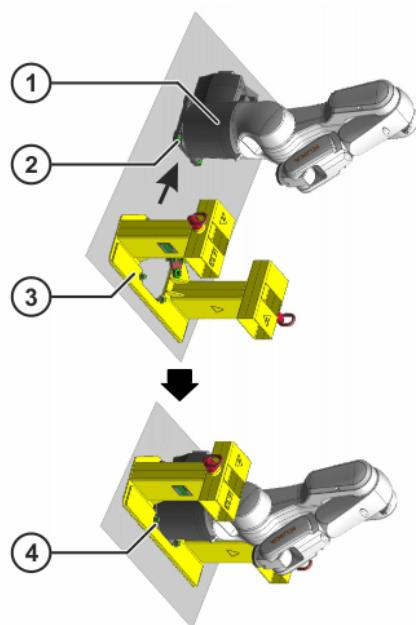

Abb. 11-4: Lastaufnahmemittel am Roboter befestigen
12. Lastaufnahmemittel vorsichtig von unten auf das Grundgestell des Roboters aufschieben (>>> Abb. 11-4).